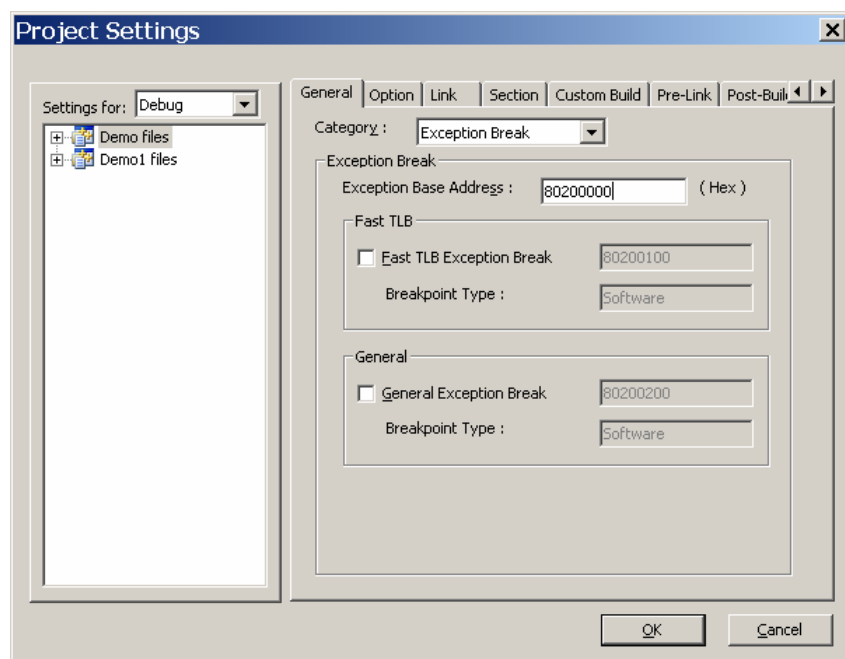

图 5.28 Exception Break 对话框
(3) Exception Break 对话框如图 5.28。该窗口设置异常的基址，默认 Exception Base Address 为 0x00000000。